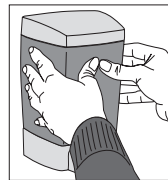

figure 3
2. Décollez la pellicule du ruban (compris). Pressez le distributeur fermement sur le mur pour au moins 30 seconds pour assurer que le ruban est solidement collé sur la surface du mur (Figure 3).